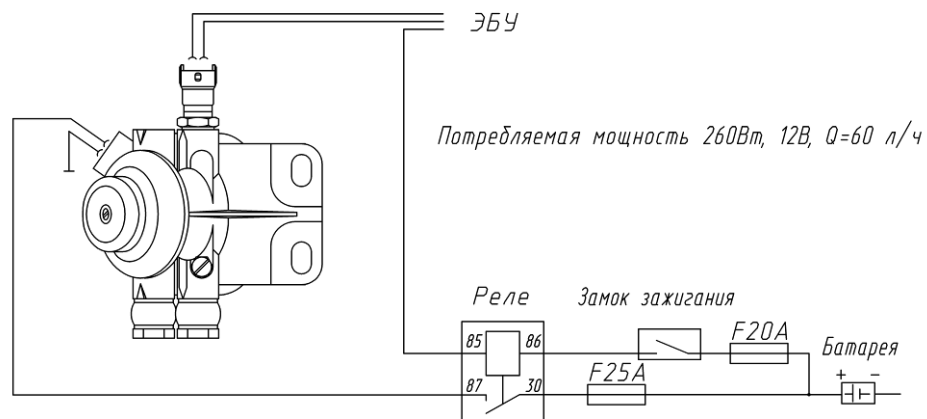

Рис.68. Фильтр тонкой очистки топлива:
**Фильтр тонкой очистки топлива (ФТОТ)** (рис.68) имеет важное значение для нормальной и безаварийной работы ТНВД и форсунок. Поскольку плунжер, втулка, нагнетательный клапан и элементы форсунок являются деталями прецизионными, топливный фильтр должен задерживать мельчайшие абразивные частицы размером 3...5 мкм. Важной функцией фильтра является также задержание и отделение воды, содержащейся в топливе.